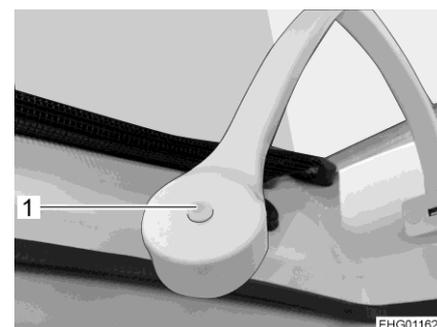

Fig. 40 Interruttore luci
- Premere l'interruttore luci (Fig. 40,1) sul retro della testata della luce.